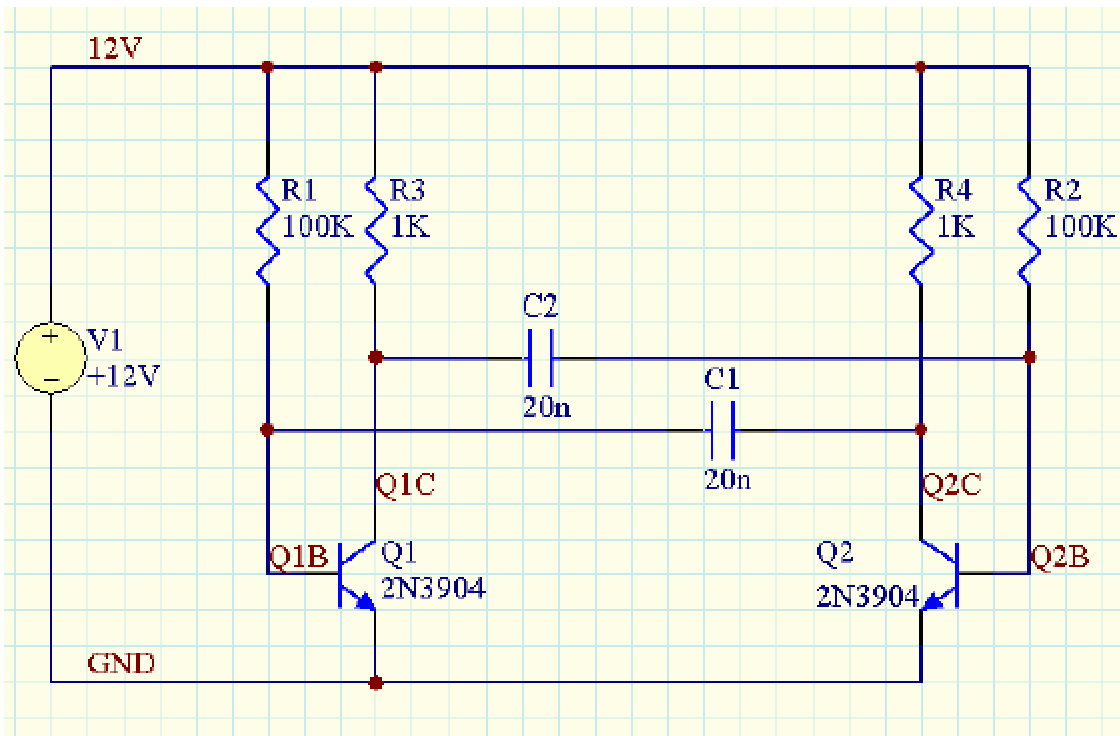

Figure 9. Simulation-ready schematic
- 7、使用你用于移动 12V 和 GND 导线部分的垂直端点的相同技巧，再将他们移动到电压源的两个端点，如图 **Figure 9** 所示。
- 2、将光标放在与 Q1 基极连接的导线上。参照 Figure 9 的网络标签的放置。左击或按 **ENTER** 将网络标签放在导线上。